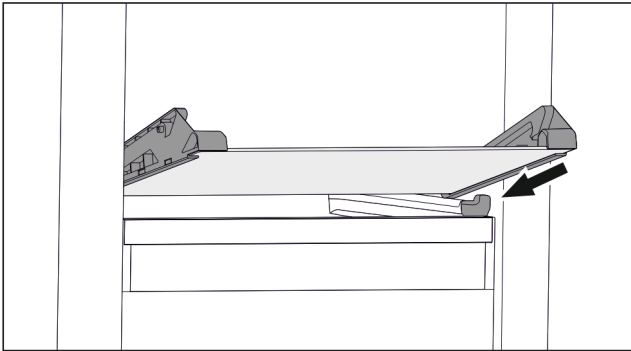

Fig. 64 Placa de vidrio del cajón inclinable
- ▶ Coloque la placa de vidrio inclinada detrás de los topes. (consulte Fig. 64)